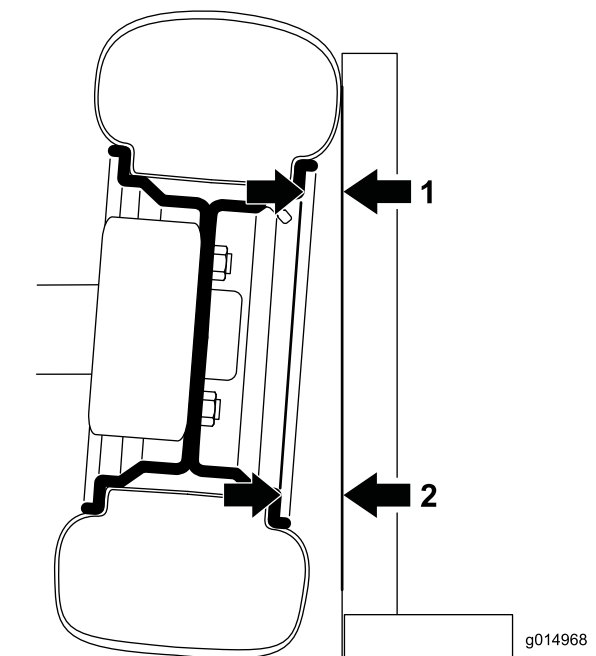

Figura 51
1. Para verificar a inclinação, coloque um quadrado de 90 graus no chão com a parte vertical a tocar na face do pneu (Figura 51).
2. Meça a partir da mesma parte do anel na parte superior e inferior do pneu em relação ao quadrado (Figura 51).